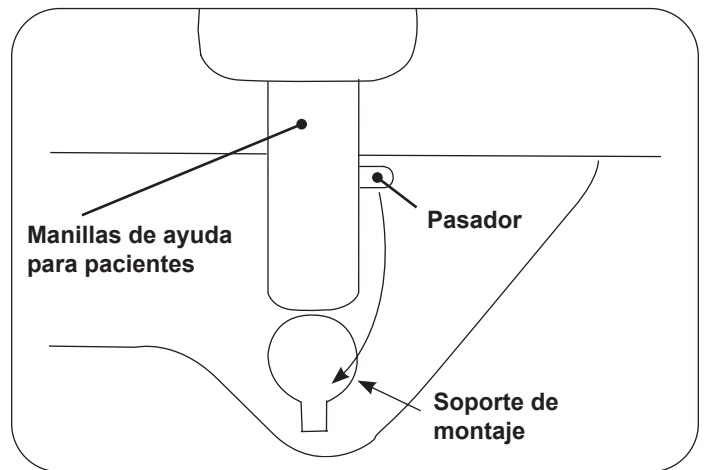

Figura 22. Manillas de ayuda para pacientes
3. Alinee el pasador del eje de la manilla de ayuda para pacientes con la ranura correspondiente en el costado de la mesa. Consulte la Figura 22.